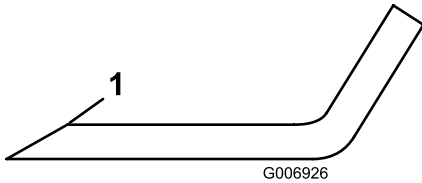

图69
3. 检查所有刀片的刀刃。如果刀片变钝或出现豁口，请磨快刀刃。仅打磨刀刃的边缘，保持最初的切割角度，保证锋利度（图69）。如果从两片刀刃上磨掉相同量的金属，刀片会保持平衡。